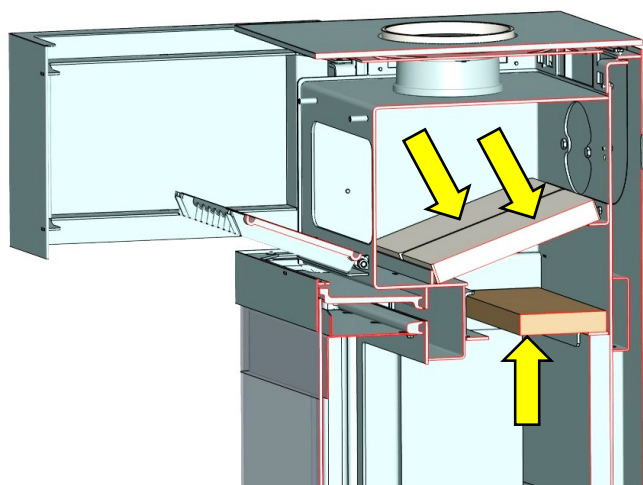

Abb. 12: Position Umlenkplatten
2. Umlenkplatten (Vermiculite), wie in Abb. 12 dargestellt, einlegen und Revisionsklappe wieder schließen und fest verschrauben.